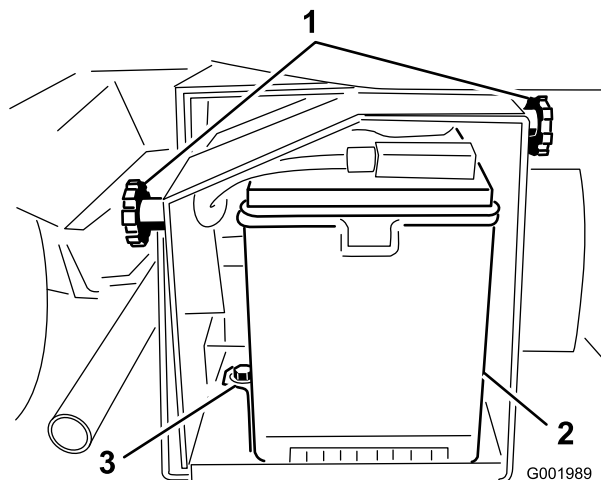

Figura 56
2. Allentate le manopole ai lati della cassetta della batteria e togliete il coperchio della batteria (Figura 56).
5. Togliete la cinghia della batteria e i dispositivi di fermo (Figura 56).
2. Montate la cinghia della batteria e fissatela con i dispositivi di fermo tolti in precedenza (Figura 56).
4. Montate il coperchio della batteria e fissatelo con le due manopole (Figura 56).
1. Allentate le manopole ai lati della cassetta della batteria e togliete il coperchio della batteria (Figura 56).